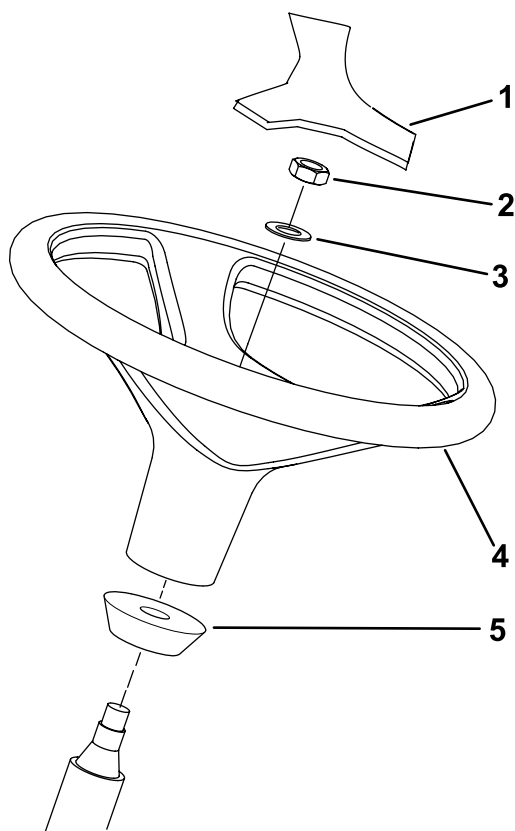

Figura 14
1. Îndepărtați volanul din suportul de transport (Figura 14).
Notă: Asigurați-vă că inelul din spumă rămâne pe arborele de direcție (Figura 14).
3. Glisați volanul i aiba pe arborele de direcție (Figura 14).
5. Montați capacul la volan (Figura 14).